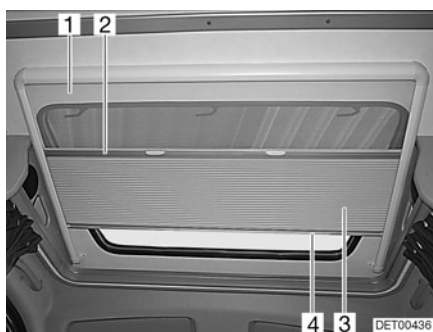

Fig. 53 Toit ouvrant
Dispositif occultant plissé Le dispositif occultant plissé (Fig. 53,3) est relié de manière permanente à une moustiquaire (Fig. 53,1).
- Saisir la tige de fermeture (Fig. 53,4) du dispositif occultant plissé par le milieu et tirer avec précaution vers le bas.
- Ramener lentement le dispositif occultant plissé en arrière par la tige de fermeture (Fig. 53,4).
- Saisir la moustiquaire par le centre de la tige de fermeture (Fig. 53,2) et tirer avec précaution vers le bas.
- Ramener lentement la moustiquaire en arrière par la tige de fermeture du dispositif occultant plissé (Fig. 53,4).